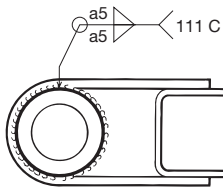

Abb. 1
- Die Zugdeichsel herunternehmen und die Gelenkhülsen auf beiden Seiten rundherum anschweißen. Geeignete Elektrode: nach ISO E515B120 20 H oder AWS E 7018 oder vergleichbar. Siehe Abb. 1.